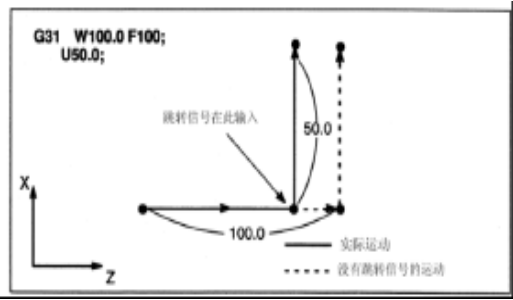

图 3-13
- 8) G31 的下一个程序段是增量坐标编程, 见图 3-13